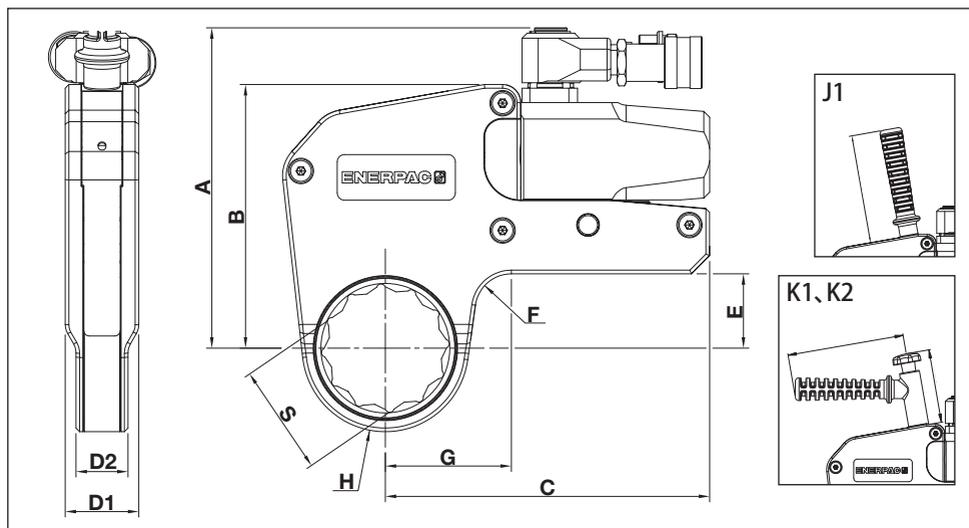

図22
6.1 容量、寸法、追加製品データ(図22)
6.2.1 メートル法表 - W2000SLおよびW4000SLウルトラスリムシリーズカセット (寸法S、H、Gの位置については、図22を参照)
6.2.2 メートル法表 - W2000SLおよびW4000SLウルトラスリムシリーズカセット (寸法S、H、Gの位置については、図22を参照)